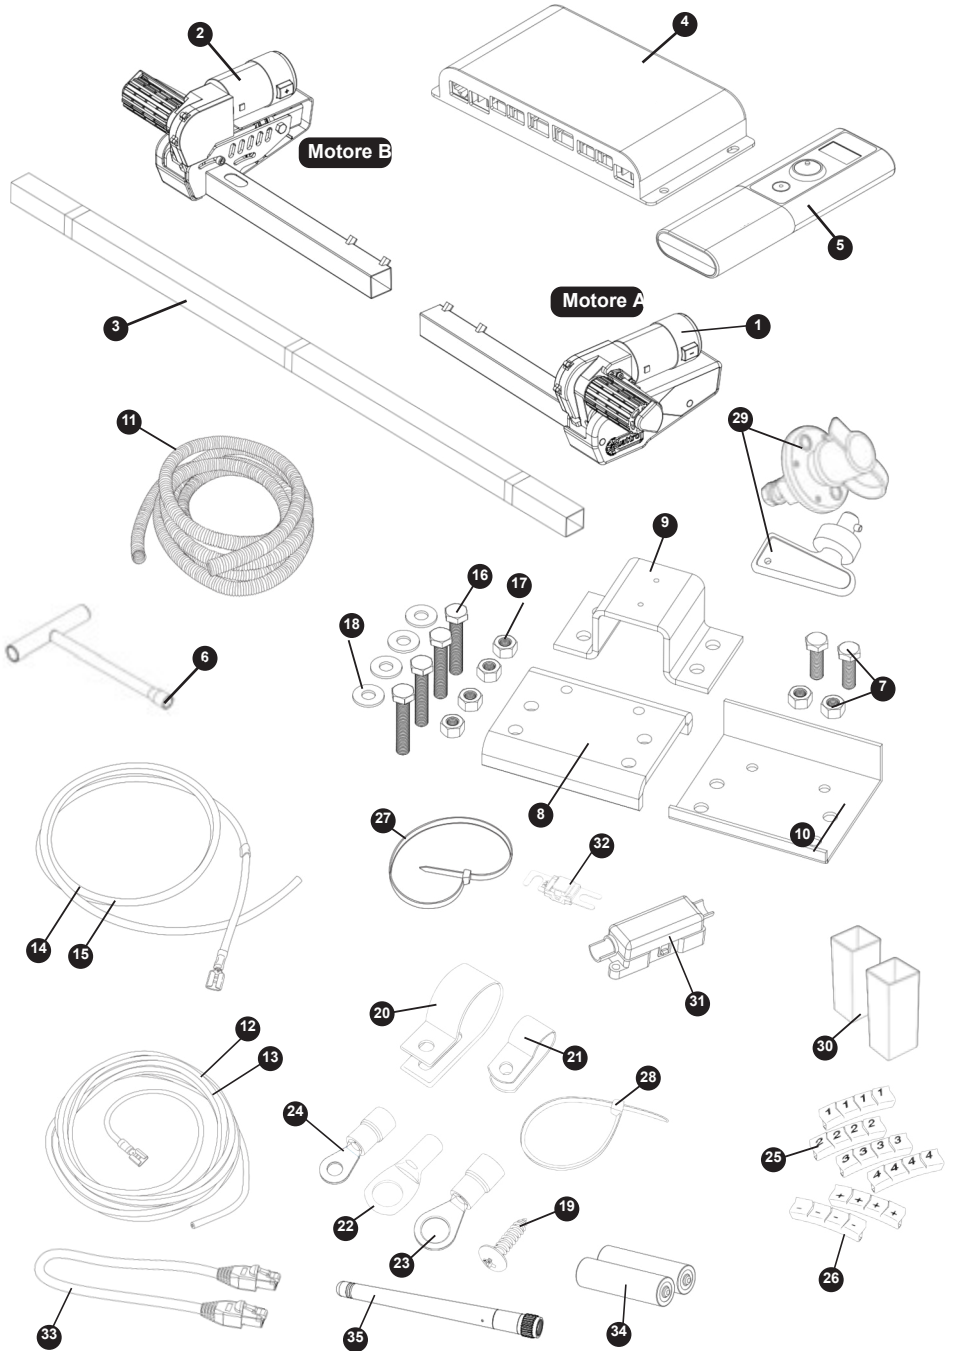
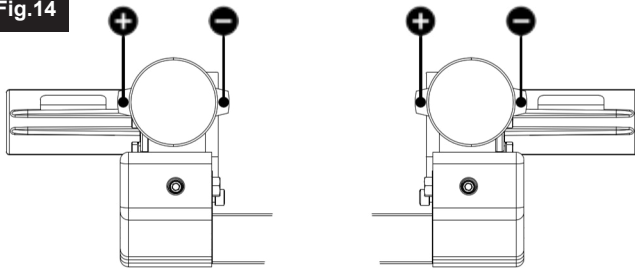

Fig.1
Fig.15
Assemblare liberamente il lato della struttura del motore (1), il lato della struttura del motore (2) e la barra trasversale principale (3) (vedi Fig.1). I dadi (Fig.1.A) per il fissaggio della traversa devono essere stretti al massimo con le dita in questa fase.
Posizionare l'insieme (Fig.1) in modo sciolto sotto la roulotte. In linea di principio, l'unità dovrebbe essere montata davanti alle ruote stradali della roulotte, ma se il montaggio in questa posizione non è possibile, è consentito montarla sul retro delle ruote ruotando l'intero gruppo di 180° gradi (nota: in questo scenario, fare riferimento successivamente alla Fig.15 per lo schema di cablaggio dell'asse posteriore). Assicurarsi che la barra trasversale principale (3) sia posizionata al centro del gruppo caravan/mover (il centro è segnato). Regolare il gruppo in modo che i rulli del mover siano in linea con i pneumatici, questo può essere regolato leggermente in seguito.
Iniziate a cablare il vostro secondo sistema seguendo le stesse procedure indicate nella sezione precedente "Installazione - Componenti elettrici/elettronici". La Fig.15 mostra lo schema di cablaggio per questa configurazione dell'asse posteriore. La Fig.16 può anche essere usata per una panoramica generale di come dovrebbe essere impostato il cablaggio dell'asse gemello. Seguire attentamente questi schemi per assicurarsi che i motori siano alimentati come previsto e non lavorino uno contro l'altro durante il funzionamento.